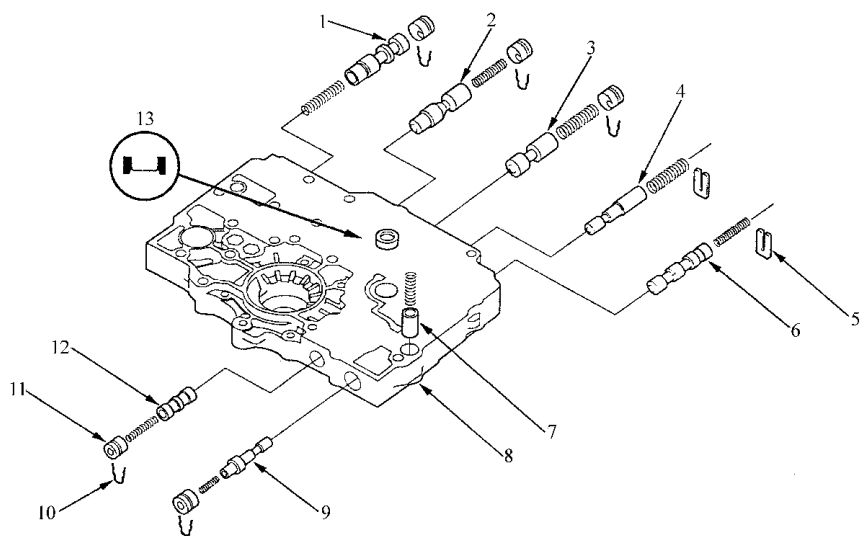

图 5-101 主阀体的分解
1) 如图 5-101 所示, 拆卸阀门弹簧、阀盖夹和阀盖, 然后, 从主阀体上拆卸阀和弹簧。